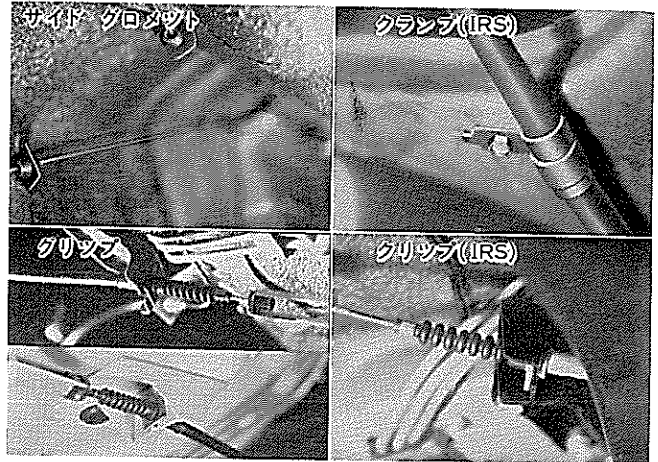

図13-137 ケーブル No.2, C9961 C9962 C9963 C9964 C9965 No.3 取りはずし
- ③ ケーブル No.1 ×パーキング ブレーキ コントロール ハンドル 切り離し (図13-137参照)
- ④ フロント シート
- ⑤ ドア スカツ プレート
- ⑥ フロア カーベツト
- ⑦ ヒータ リヤ ダクト (右側)
- ⑧ ケーブル No.1 (グロメツト付)